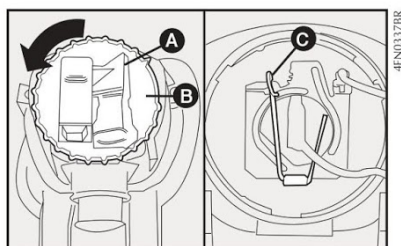

fig. 33
3) puxar para fora o conjunto completo porta-lâmpada e retirar o conector **A-fig. 33**;
5) retirar o porta-lâmpada pressionando a presilha **C-fig. 33** para frente, abrindo lateralmente para a direita;